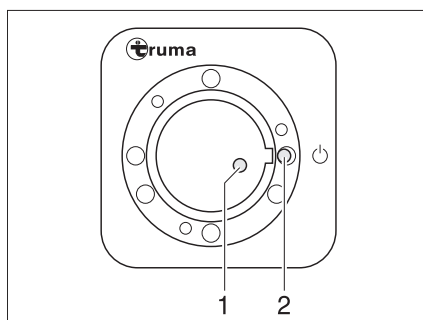
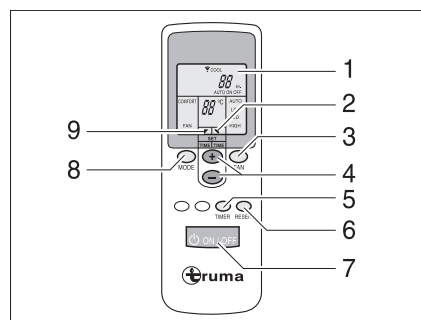

Fig. 177 Récepteur
Fig. 178 Télécommande
- Mettre en marche la télécommande à l'aide de l'interrupteur (Fig. 178,7). Le voyant de contrôle vert (Fig. 177,1) indique le mode de refroidissement.
- Régler le mode de fonctionnement souhaité à l'aide de la touche (Fig. 178,8).
- Régler si nécessaire la puissance de ventilation et la température de la pièce souhaitées à l'aide des touches (Fig. 178,3 et 4). La flèche (Fig. 178,9) indique le mode de réglage sélectionné.
- ▷ Sur le récepteur se trouve un interrupteur supplémentaire (Fig. 177,2) permettant de mettre en marche ou d'arrêter la climatisation sans télécommande. Lorsque la climatisation est mise en marche à l'aide de cet interrupteur, le mode de fonctionnement réglé sur la télécommande lors de la dernière utilisation est sélectionné automatiquement.
- Pour éteindre la climatisation, appuyer à nouveau sur la touche (Fig. 178,7) de la télécommande.
- Pour effectuer la programmation, allumer la climatisation à l'aide de la touche (Fig. 178,7) de la télécommande.
- Régler le mode de fonctionnement et la température de la pièce souhaités à l'aide des touches (Fig. 178,8, 3 et 4).
- Sélectionner à l'aide de la touche (Fig. 178,5) la fonction souhaitée (Fig. 178,1) :
- Sélectionner le temps de retard souhaité (de 1 à 15 heures) à l'aide des touches (Fig. 178,4). La flèche (Fig. 178,2) clignote et indique le mode de réglage.
- ▷ En appuyant sur la touche (Fig. 178,6), les réglages de la télécommande sont à nouveau envoyés au récepteur.